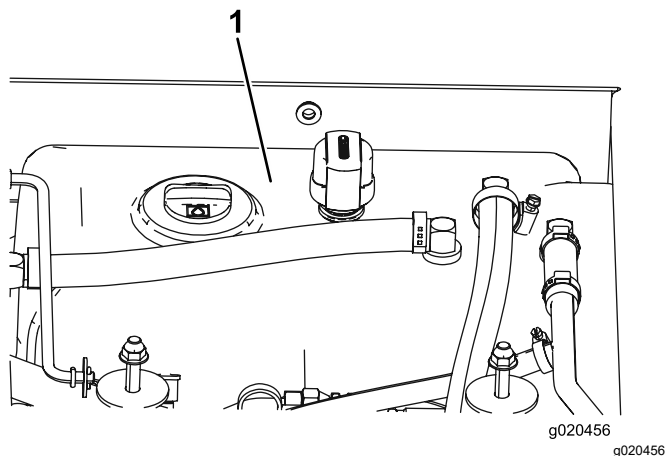

Рисунок 118
4. Залейте гидравлическую жидкость в бак (Рисунок 118); см. Проверка гидравлической жидкости \(страница 91\).